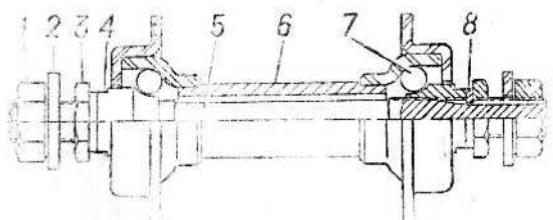

Рис. 4. Передняя втулка:
2. Переднее колесо вращается на шариках 7 (рис. 4) диаметром 5 мм по девять штук с каждой стороны. Для регулировки подшипников втулки переднего колеса отверните гайку 1 и контргайку 3 с левой стороны и вращайте конус 4 с той же стороны по часовой стрелке для затягивания и против часовой стрелки—для ослабления. После регулировки заверните контргайку и гайку.